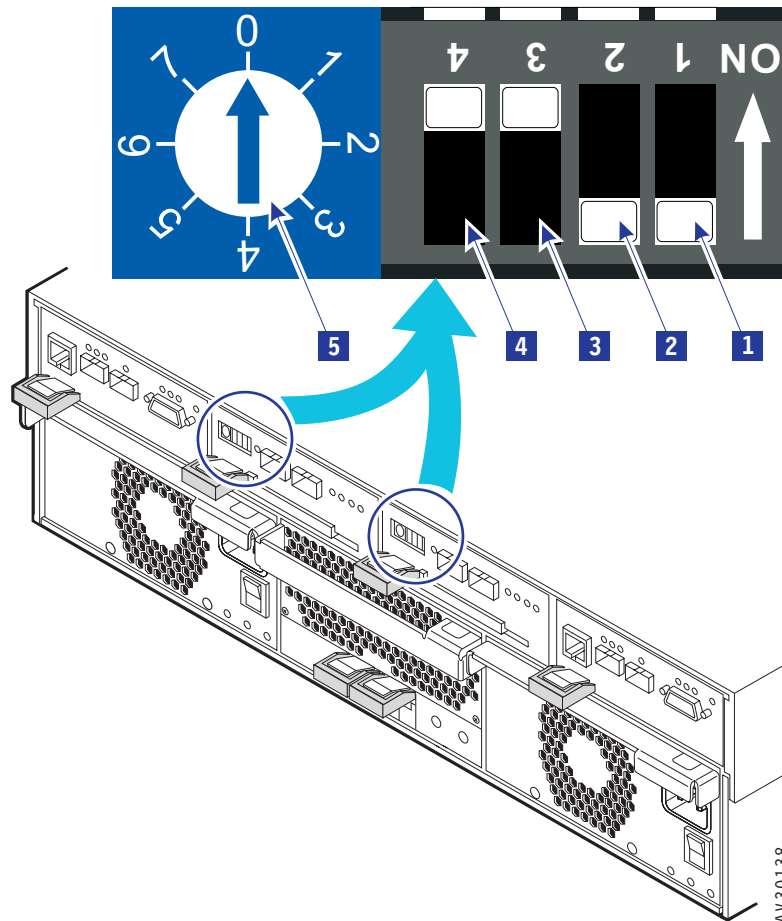

図21. FC-AL アドレス・ロータリー・スイッチとオプション・スイッチ
1. 33 ページの図 21 のように、FC-AL アドレス・ロータリー・スイッチ **5** を回して、筐体に対して選んだアドレスにします。この際に小さなドライバが必要になります。
3. 図 21 のように、4 ビットのディップ・スイッチを、以下のような値にセットします。